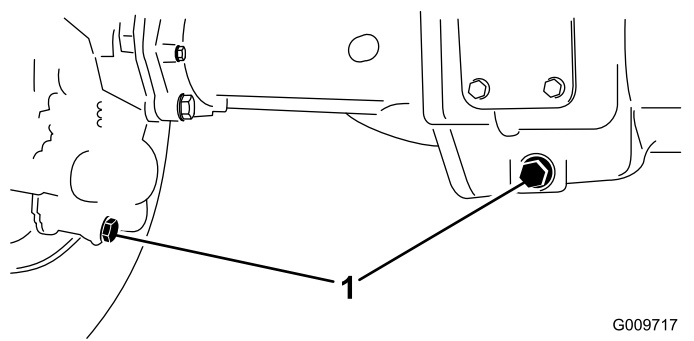

Figura 70
2. Limpe a zona em redor dos 3 tampões de escoamento, 1 em cada extremidade e 1 no centro (Figura 70).